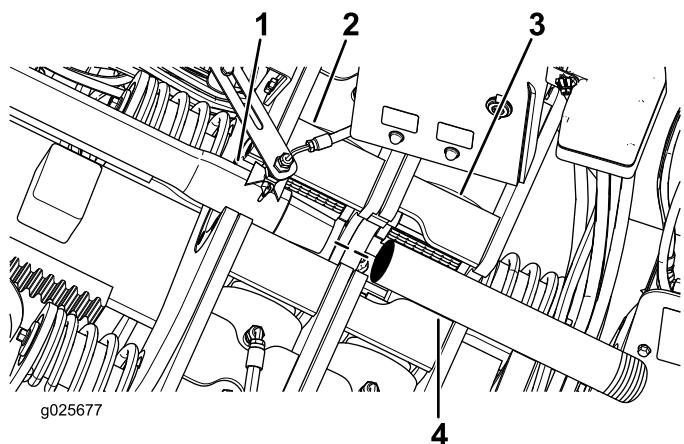

Figura 84
2. Pase la barra de acoplamiento por la mordaza inferior (mordaza estacionaria), según se muestra en Figura 84.